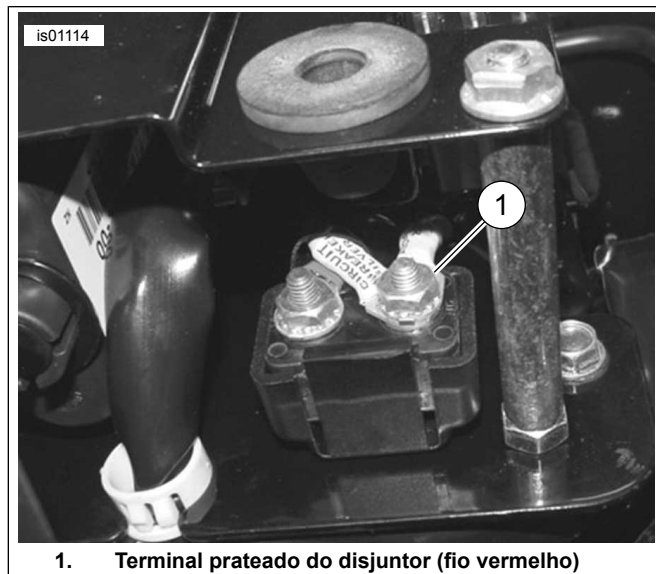

Figura 16. Ligações Dyna (Modelos ano 2003 e anteriores), Vista inferior com tampa esquerda removida
1. Ver Figura 16 . Encaminhe o fio vermelho da cablagem do punho aquecido através da parte superior do quadro, por baixo do assento, no sentido do disjuntor, na parte interior da tampa lateral do sistema elétrico.